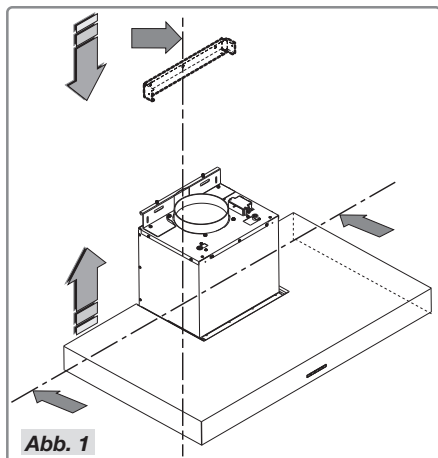

Abb. 1
- Positionieren Sie die Halterung in Übereinstimmung mit den Maßen in Abbildung 1 und befestigen Sie sie mit den mitgelieferten Schrauben an ihrem Platz (Abbildung 10).